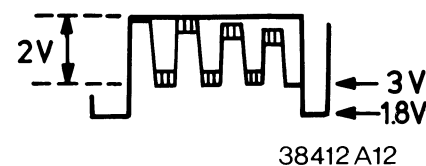

Fig. 3
- d. Die Helligkeitseinstellung derart vornehmen, dass der Pegel des schwarzen Balkens im Videosignal auf 3 V gelangt (siehe Bild 3).